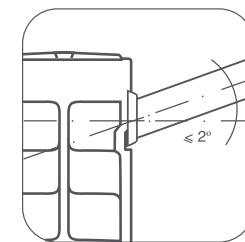

рис. 4
**!** *Во избежание аварии допустимо отклонение оси коллектора радиатора от подводящих труб не более  $2^\circ$  (рис. 4).*